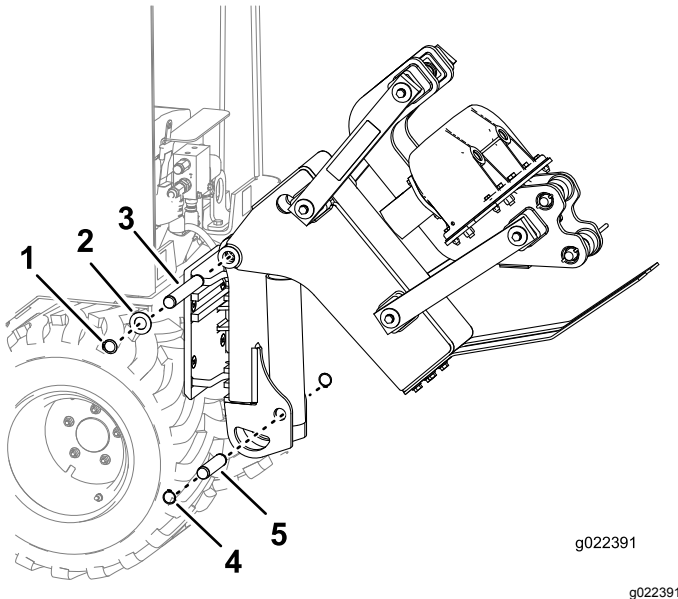

Figura 5
1. Sujete el conjunto del arado a la parte superior del conjunto de giro, y sujete todo con el pasador de elevación, 2 arandelas, y 2 anillos de retención (**Figura 5**).
2. Sujete la parte inferior del conjunto del arado al conjunto de giro con el pasador y 2 anillos de retención (**Figura 5**).